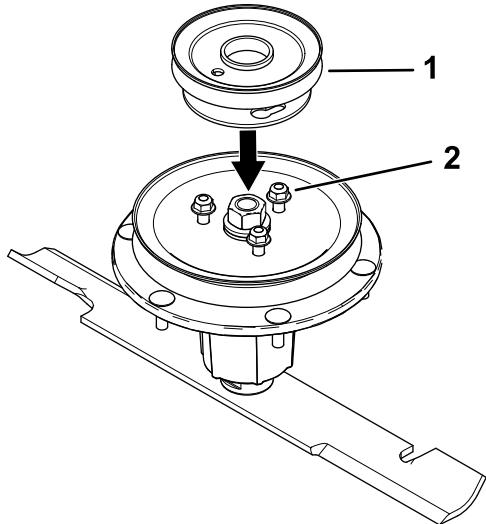

Figura 5
- Alinee el nuevo conjunto de polea de modo que las aperturas se ajusten sobre las tuercas (Figura 5).